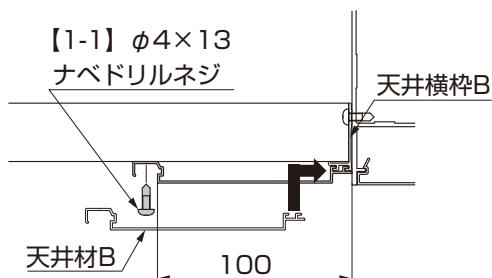

図4-29 天井材Bの取付け
②天井材Bを天井横枠Bに差込み(P.18 図4-29参照)図の寸法を確認の上、天井縦枠、調整フレームに【1-1】で取付けてください。
●P.18 図4-29の寸法からはずれていると天井材Cが取付かない場合があります。必ず※1の複数箇所寸法の確認を行なってください。